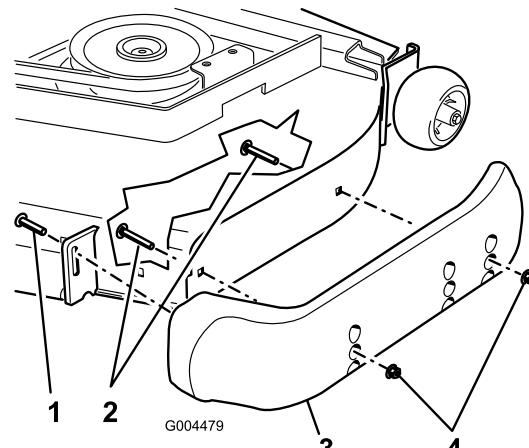

Bild 7
3. Lösen Sie die Schraube vorne an jeder Kufe. Die Guardian-Mähwerke haben zwei Gestelle und die Seitauswurfmähwerke haben ein Gestell (Bild 7).